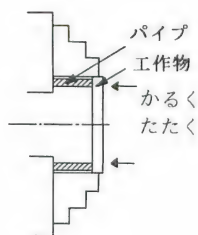

図5-14
①図5-14のように工作物よりやや小さい径のパイプ(挟みリング)をチャック面に挟んで、小さい真鍮またはプラスチックハンマーで工作物を軽くたたいて落着かせてから切削します。このパイプの左右の切り口は平行でなければなりま